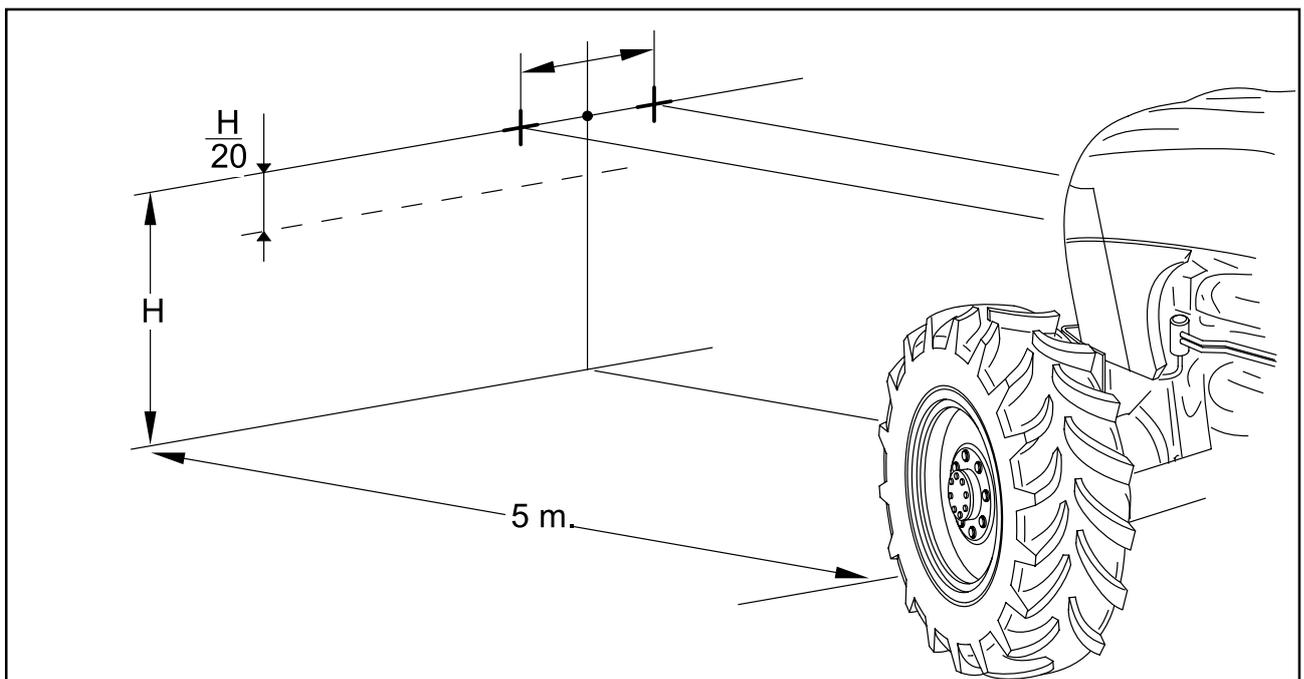

Fig.5-50- Controlo da orientação dos faróis.
Controlo da orientação dos faróis (Fig.5-50).
- Disponha o tractor sem carga, com os pneus cheios à pressão prescrita, sobre uma superfície plana à frente de uma parede na sombra, possivelmente branca. Trace duas cruzes na parede, à altura do centro dos faróis (Fig.5-50).